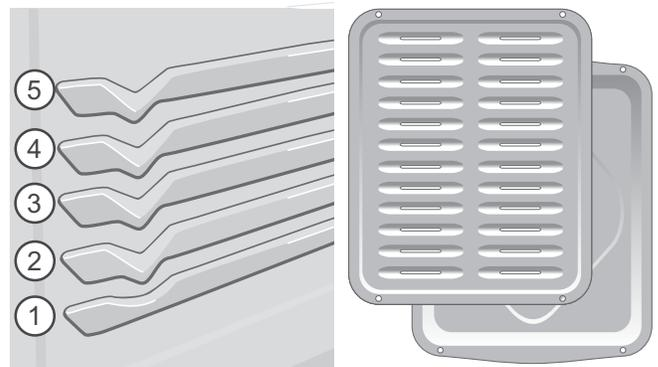

Figura 28: Posiciones de la parrilla de asar y de la asadera con inserto
2. Coloque los utensilios en el horno en la posición de parrilla preferida. (Figura 28).